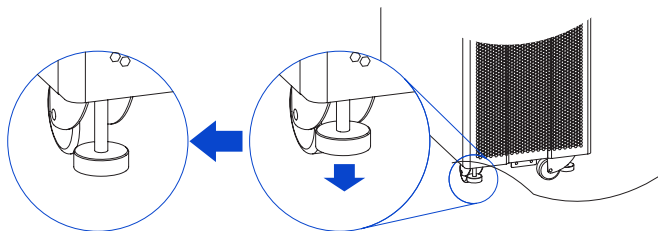

Figura 3-13 Ajuste los soportes
- Para UPS-IND HF 1300 (80-120 kVA), ajuste cada pie de soporte para que quede paralelo al pie de soporte con el suelo (como se muestra en la figura 3-13).